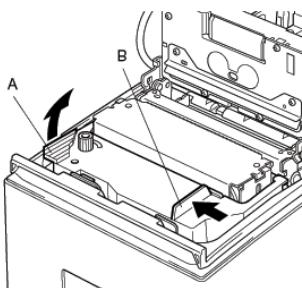

图 5-11 取出色带
**注意：**取出色带时，先拿起 A 部分，然后以 B 为转轴向上转取出整个色带，如图 5-11 所示。